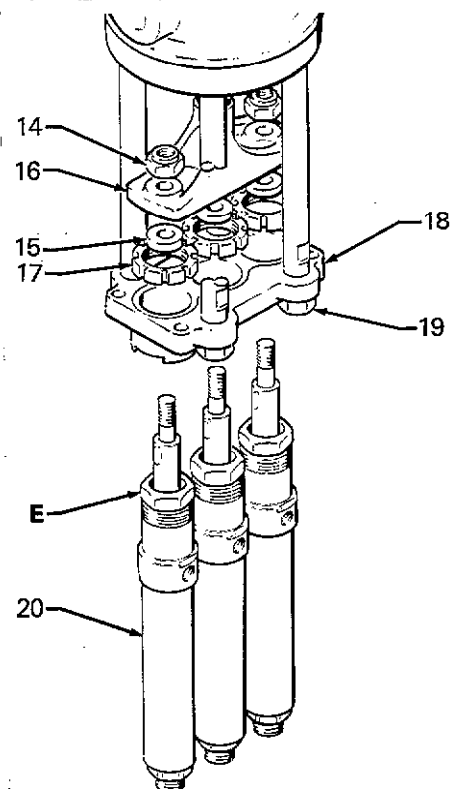

Fig. 3
Retirar las tuercas de fijación (19) de la barra de anclaje que están debajo de la placa de anclaje (18). Retirar las tuercas (14) que están situadas encima del soporte (16) y tirar hacia abajo verticalmente de las bombas de desplazamiento (20) y de la placa de anclaje para sacarlas del soporte. Retirar las arandelas (15) y soltar los anillos de retención (17) para extraer las bombas de desplazamiento de la placa de anclaje. Ver Fig. 3.
la bomba, enroscar el vástago en el soporte (16). Ver Fig. 3. Utilizar una llave sobre las partes planas del vástago para el apriete final. Introducir el cilindro en la placa de anclaje y enroscar el anillo de retención en el cilindro.
bombas de desplazamiento (20) y de la placa de anclaje para sacarlas del soporte. Retirar las arandelas (15) y desenroscar los anillos de retención (17) para extraer las bombas de desplazamiento de la placa de anclaje. Ver Fig.3.